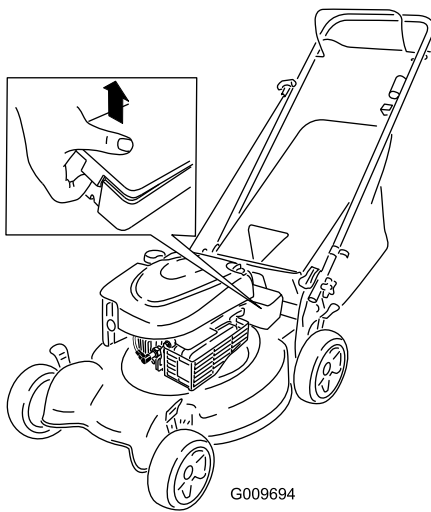

Figura 21
- Desenganche ambos extremos de la tapa de la batería y retírela (Figura 21).